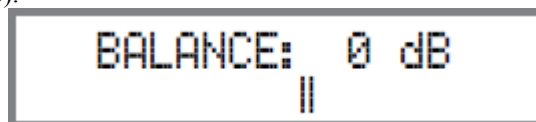

Рисунок 54
1. Нажимайте TRIM на пульте ДУ повторно, пока на Информационном дисплее не будет отображена индикация “BALANCE 0 dB”. Смотрите рисунок 54.